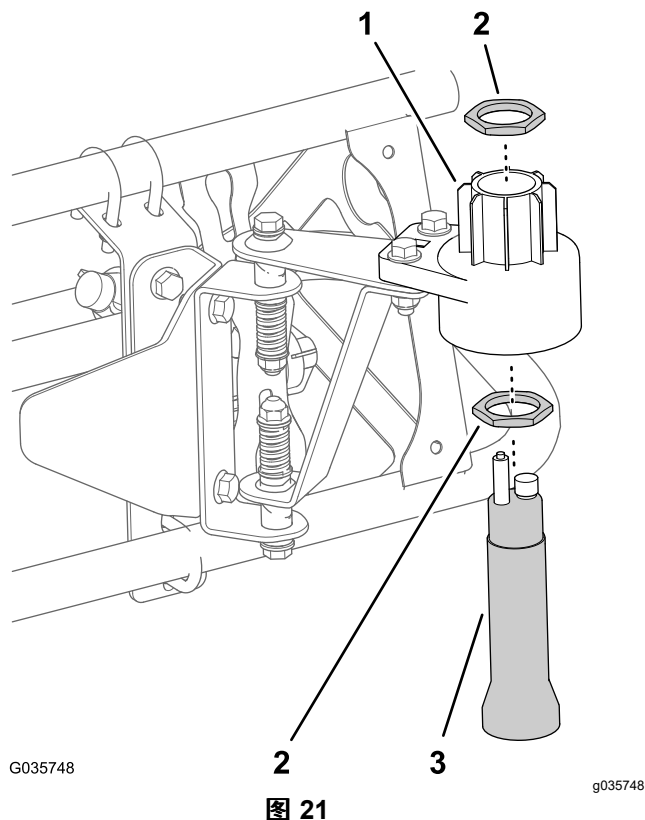

图 21
- A. 将大螺母安装到传感器上 图 21。
- B. 将传感器插入下传感器外壳 图 21。
- D. 将另一个大螺母安装到传感器上 图 21。